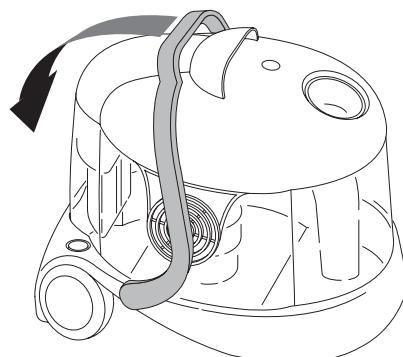

рис. 1
- Полностью опустите ручку блокировки головки Q (рис. 1).